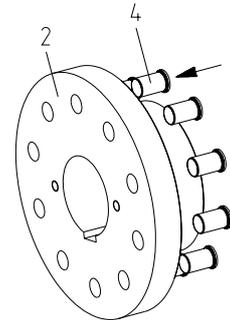

Figura 13
- Dirija los casquillos (componente 4) hacia los agujeros del manguon FN parte 2 (componente 2) mediante ligeros golpes (ver figura 13).